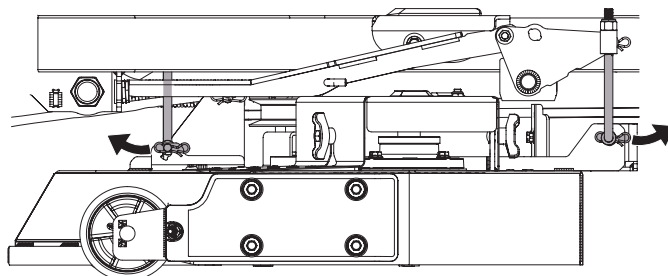

Figure 53
8. Retirez la goupille de l'axe de chape de chaque tige de réglage. Une tige est placée de chaque côté avant du plateau et de chaque côté arrière. La Figure 53 présente le côté gauche du plateau.